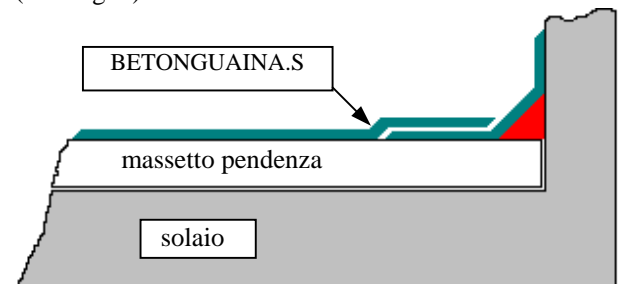

fig. 2
- b) Procedere sull'orizzontale applicando a rullo il primo strato abbondante di BETONGUAINA.S e, immediatamente a seguire, stendere l'armatura (MAT o NYCON), sormontando di qualche centimetro i bordi (vedi fig. 2):